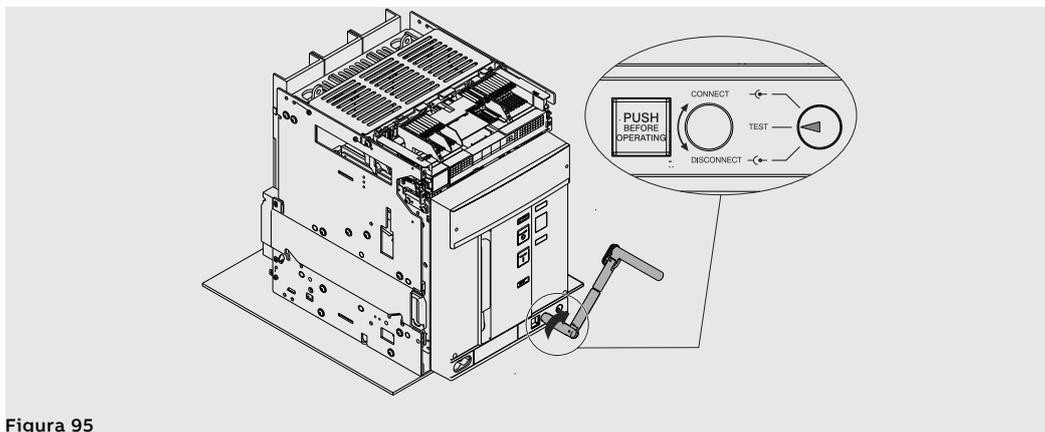

Figura 95
10. Ruotare la manovella in senso orario sino a quando il pulsante fuoriesce ed il segnalatore indica che l'interruttore è in posizione **TEST**. Vedi Figura 95.